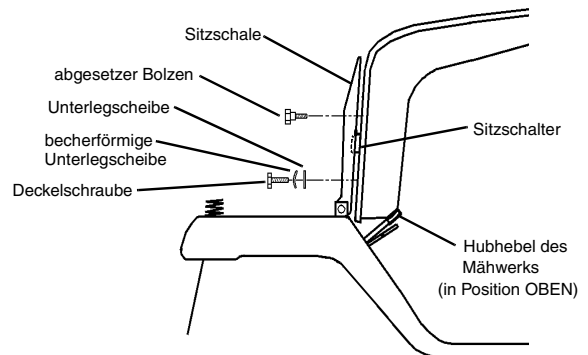

ABBILDUNG 3
- Abgesetzte Bolzen durch die Sitzschale in den oberen zwei Löchern des Sitzes montieren (siehe ABBILDUNG 3). Fest anziehen.